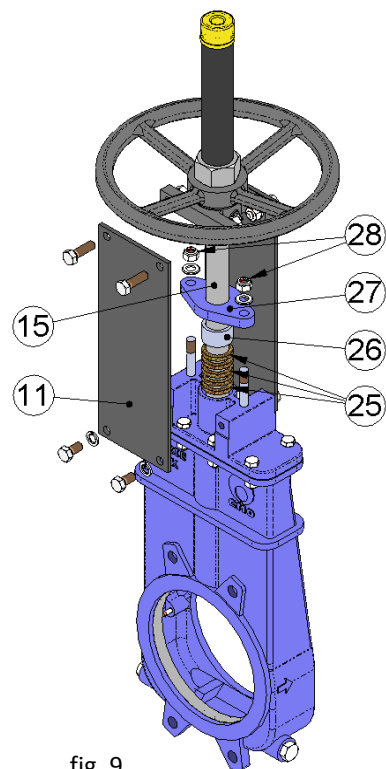

fig. 9
3. Embora não seja imprescindível, para ter maior comodidade e espaço para trabalhar é aconselhável soltar uma placa de suporte (11), tal como mostra a fig. 9.
4. Soltar as porcas (28) e elevar o flange vedante (27) e o casquilho vedante (26) acima da haste.
5. Extrair o revestimento (25) antigo com uma ferramenta pontiaguda, procurando não danificar a superfície da haste (15).
7. Introduzir o revestimento novo (25). Durante esta operação é muito importante que ambas as extremidades de cada anilha fiquem perfeitamente unidas. A seguir mostramos as dimensões do revestimento (tabela 5).
8. Colocar o casquilho vedante (26) e o flange vedante (27) na posição original, tendo em conta que não deverão tocar na haste (15); apertar cuidadosamente todas as porcas (28) de modo cruzado, assegurar-se de que existe a mesma distância entre o flange vedante (27) e a haste (15) a toda a volta. Voltar a montar a placa de suporte (11).
**Nota:** os números entre parênteses referem-se à fig. 9.